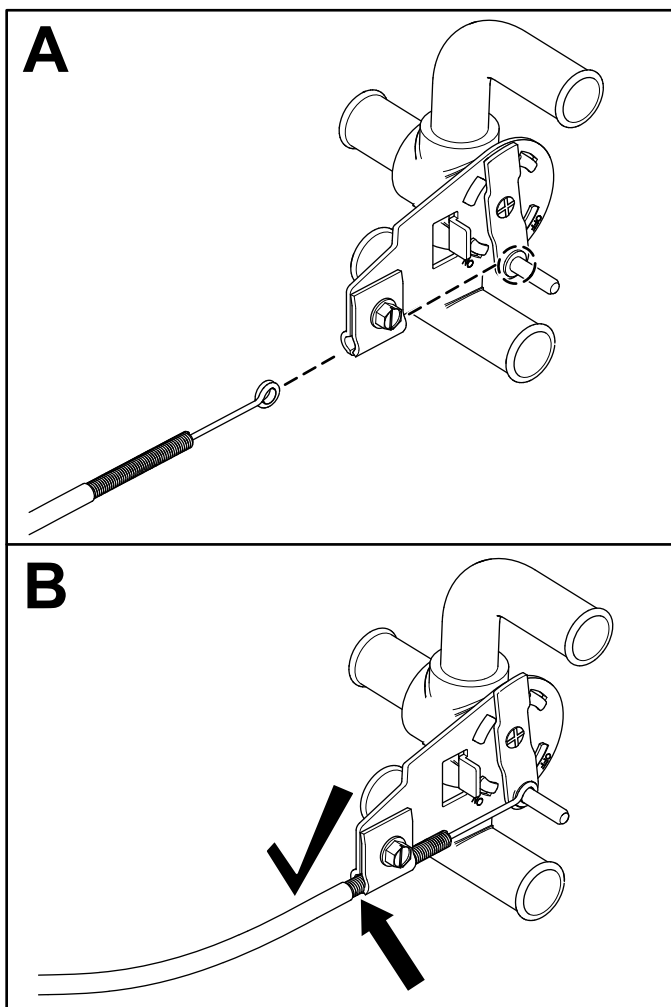

Figure 9
9. Assurez-vous que la vanne d'eau est en position centrale et reliez-la à l'autre extrémité du câble de commande (Figure 9).